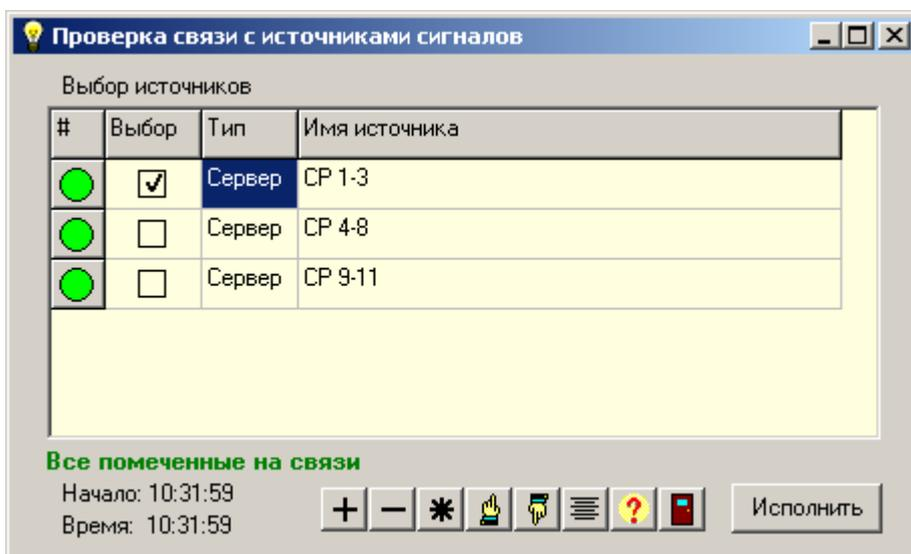

Рис. 6.7.7.2. Вид окна “Проверка связи с источниками сигналов”.
► В режиме множества источников появится окно, изображенное на рис. 6.7.7.2.